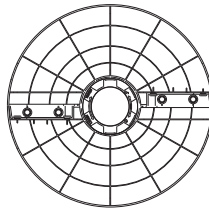

Fig.2
- 3 A continuación, inserte el cuerpo del ventilador en la base. (Ver Fig. 2)